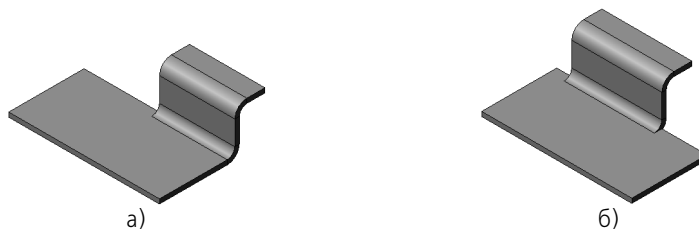

Рис. 108.45. Сгиб **На расстояние**:
- ▼ Если выбран способ построения **На расстояние**, то сгиб также располагается вдоль одного ребра. Ширина сгиба задается пользователем и может откладываться в разные стороны от плоскости эскиза (рис. 108.45). Для выбора направления построения служит список **Направление** на Панели свойств. Этот список содержит варианты **Прямое на-**